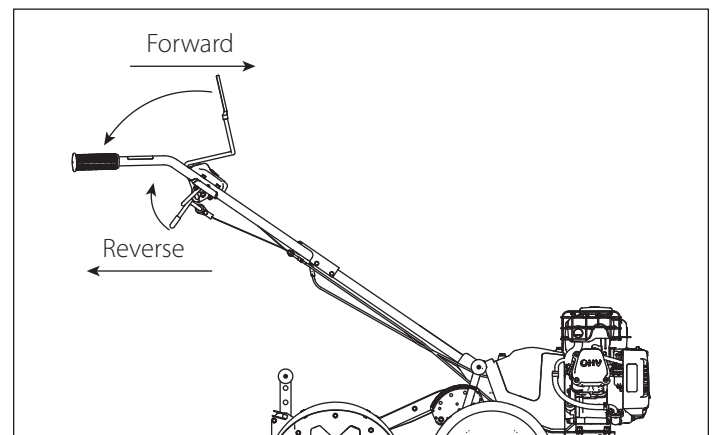

Figure 2
**DRIVE CONTROL LEVERS:** SEE FIGURE 2